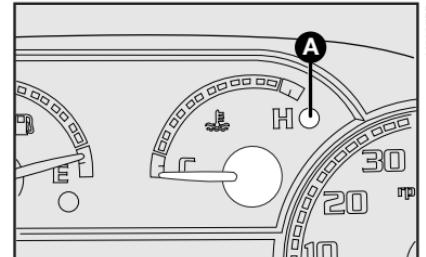

fig. 42
## INDICADOR DE TEMPERATURA DEL LIQUIDO REFRIGERANTE - fig. 42
**Advertencia: si el indicador estuviera en el inicio de escala (temperatura baja) con el señalador luminoso A-fig. 42 de exceso de temperatura, o con el señalador luminoso del sistema de inyección encendido, es señal de anomalía en el sistema. En ese caso, diríjase a la Red de Asistencia Fiat.**